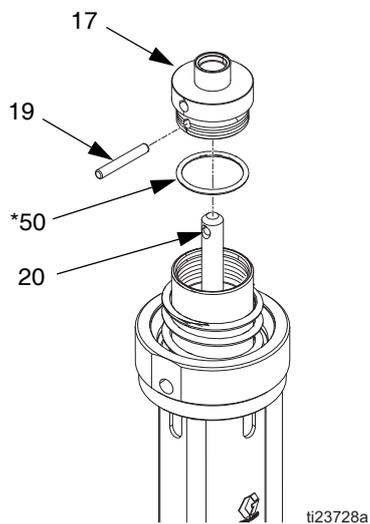

Рис. 14
5. Извлеките установочный штифт (19) и снимите головку поршня (17) с передаточного вала (20). Снимите уплотнительное кольцо (50*) с крышки поршня. Осмотрите все детали на наличие повреждений. См. Рис. 14.